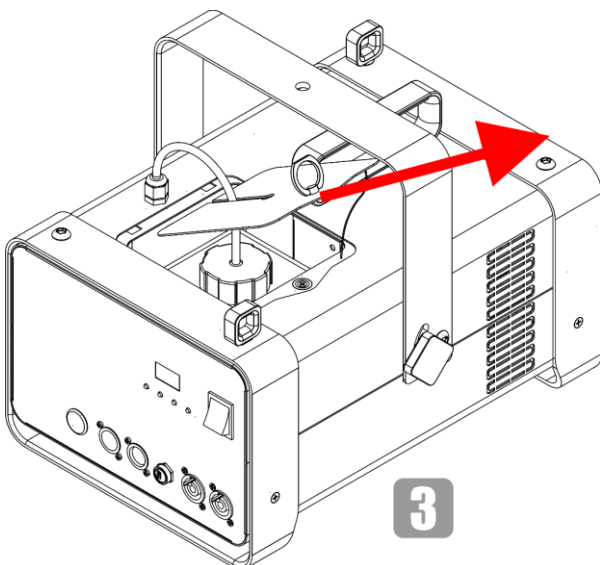

Fig. 11
- 03) Togliere il coperchio di servizio, come mostrato nella Fig. 11.